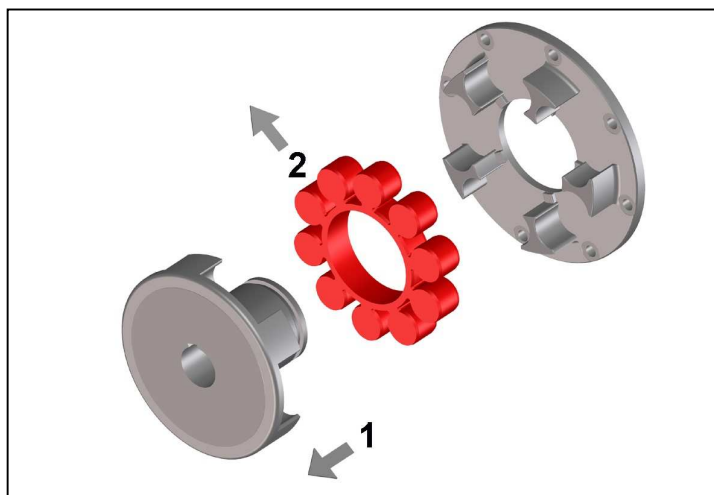

Bild 10
- Schieben Sie eine Kupplungshälfte zurück (Bild 10, Pos. 1).
- Nehmen Sie den Zwischenring (Teil 020) heraus (Bild 10, Pos. 2).